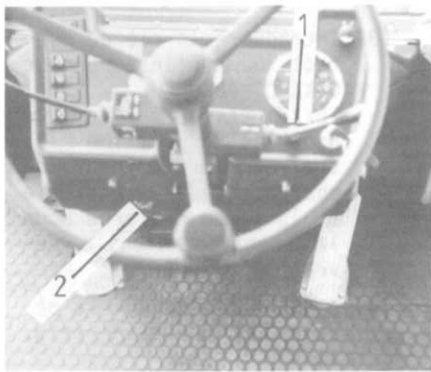

Bild 24
Gebläse-Drehschalter (Bild 24/1) je nach gewünschter Luftmenge in Stellung 1, 2 oder 3 schalten. Luftstromrichtung an den seitlich angebrachten Ausströmdüsen einstellen.
Je nach Wärmebedarf Drehknopf (Bild 24/2) nach links oder rechts drehen. Warmluftmenge wie unter Punkt 1 beschrieben einstellen.
Blower switch (fig. 24/1) in item 1, 2 or 3 acc. to the required air volume. Air flow direction can be adjusted by means of the laterally placed nozzle.
Tourner le commutateur (fig. 24/1) sur la position désirée 1, 2 ou 3. Régler à l'aide des tuyères latérales l'arrivée d'air dans la direction voulue.
Turn knob (fig. 24/2) to the left or to the right acc. to the amount of heat needed. Volume of warm air can be adjusted as described under item 1.
Tourner le bouton (fig. 24/2) selon la température désirée à droite ou à gauche. Régler l'air chaud comme décrit au point 1.